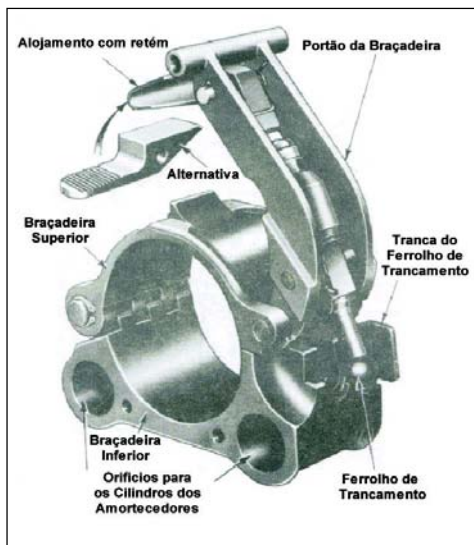

Fig 2-7. Braçadeira do Tubo do Bipé L5A4
(1) Este é um bipé aperfeiçoado, sua forma é mais robusta, resistente e seu sistema é mais simplificado. Não há alavanca de tensão. A tensão do portão da braçadeira já está preparada suficientemente para pressionar de maneira satisfatória o tubo. O modo de travamento desta braçadeira foi modificado. Ele possui um alojamento com retém para liberar o braço da braçadeira e uma tranca do ferrolho de trancamento.
(2) A posição da manivela do mecanismo de nivelamento transversal foi modificada. Este bipé pesa 12,9 kg. (Fig 2-7)